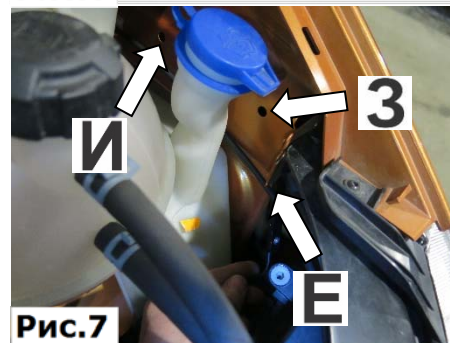

Рис.7
7. Установить гайку закладную в нижнее отверстие Е с водительской стороны, чтобы резьба была видна в отверстиях З и И. Закрутить в планки закладные болты М8х25 с шайбами 8 на несколько оборотов. Для удобства установки снять крышку с бачка омывателя. (Рис.7).